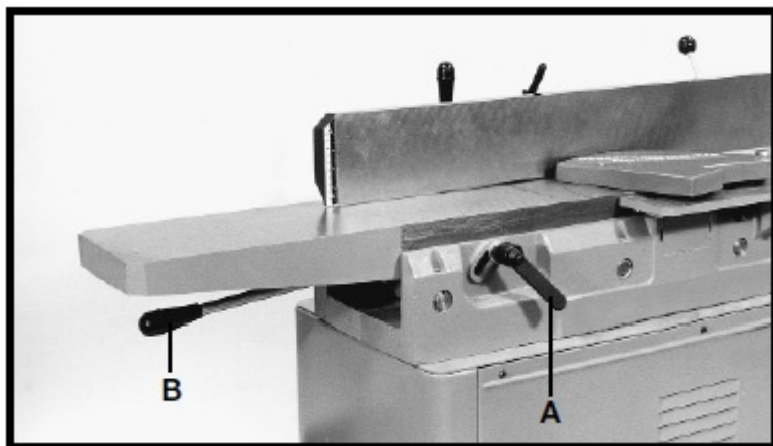
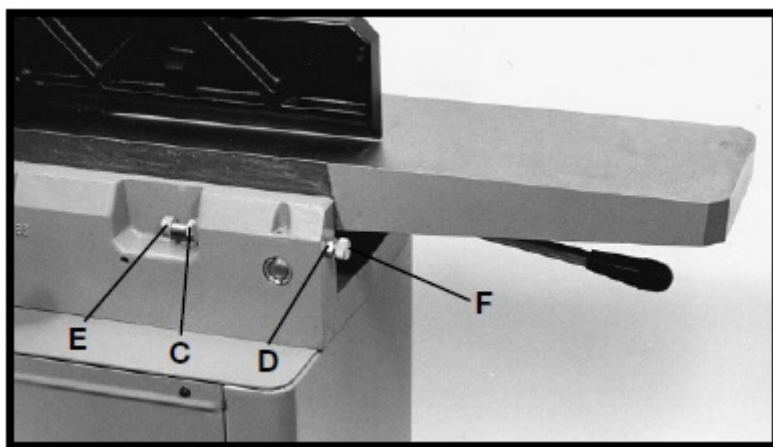

Рис. 21
Рис. 22
Выводной стол должен быть точно выровнен с ножами, когда ножи находятся в своей наивысшей точке вращения. Для перемещение выводного стола ослабить рукоятку фиксации стола (A), рис. 21, и переместить стол, поднимая и опуская рычаг (B) до тех пор, пока стол не будет на одном уровне с ножами. Может потребоваться ослабить две контргайки (C) и (D), рис. 22, и два регули-
ровочных винта (Е) и (F) при перемещении стола вверх или вниз. Когда выводной стол будет на одном уровне с ножами в своей наивысшей точке вращения, затянуть рукоятку фиксации стола (А), рис. 21, и вращать регулировочный винт (Е), рис. 22, до упора. Затем затянуть контргайку (С). Винт (F) также является жёстким упором нижнего предела выводного стола. Предполагается, что данный упор также затягивается контргайкой (D), когда выводной стол устанавливается на одном уровне с ножами. Это предотвратит выводной стол от случайного опускания.